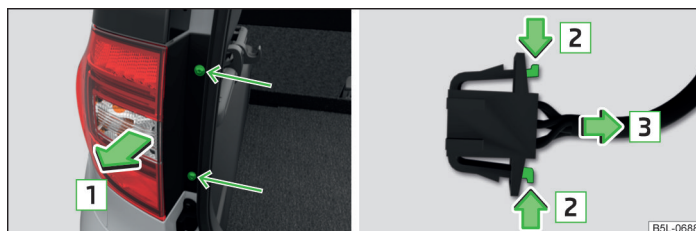

Fig. 202 Demontarea lămpii / scoaterea conectorului
- Deșurubați lampa » fig. 202 cu ajutorul cheii torx din trusa de scule » pagina 227, Trusa de scule.
- Prin apăsarea elementelor de fixare în sensul săgeții » fig. 202 și prin tragere în sensul săgeții , detașați conectorul.
- Fixați lampa strângând șuruburile » fig. 202.